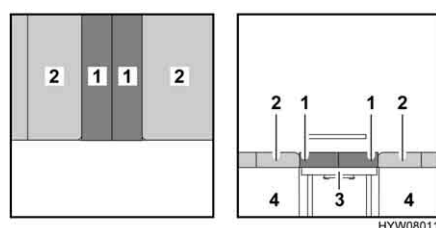

Fig. 100 Dopo la trasformazione
- Posizionare i due cuscini dello schienale (Fig. 100,1) al centro.